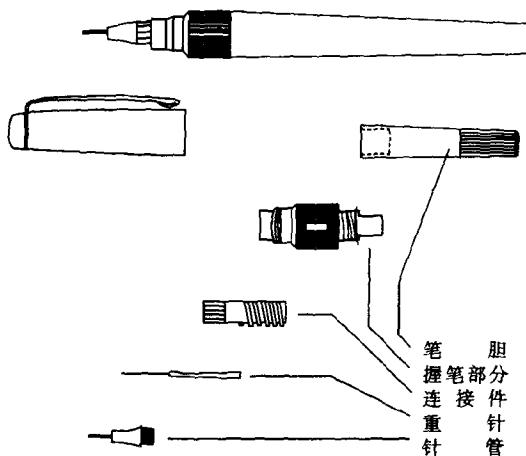

图 1-14 针
4. 针管笔 针管笔是专为绘制墨线图而设计的绘图工具。针管笔的笔尖由针管、重针和连接件组成（图 1-14）。针管管径的粗细决定所绘线条的粗细。